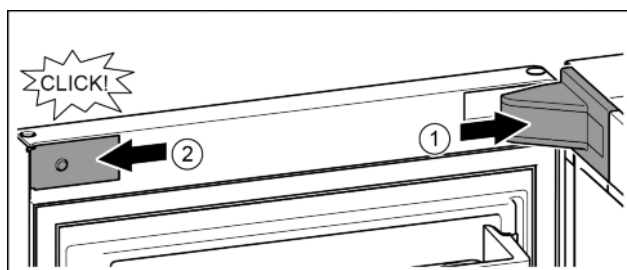

Fig. 18
- ▶ Lagerbockabdeckung aufsetzen und einrasten, ggf. vorsichtig auseinanderdrücken. Fig. 18 (1)
- ▶ Blende seitlich ansetzen und einrasten. Fig. 18 (2)